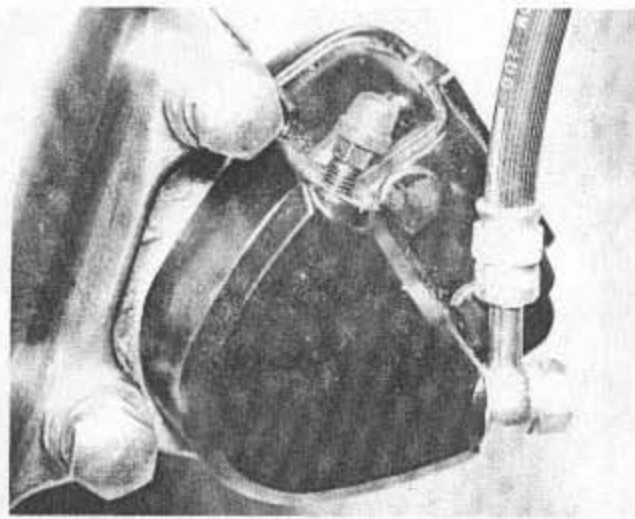

Bild 255
- Die Bremszange ist vom Gabelgleitrohr abzubauen und die Bremsbeläge wie im vorstehenden Abschnitt beschrieben zu entfernen (Bild 255).